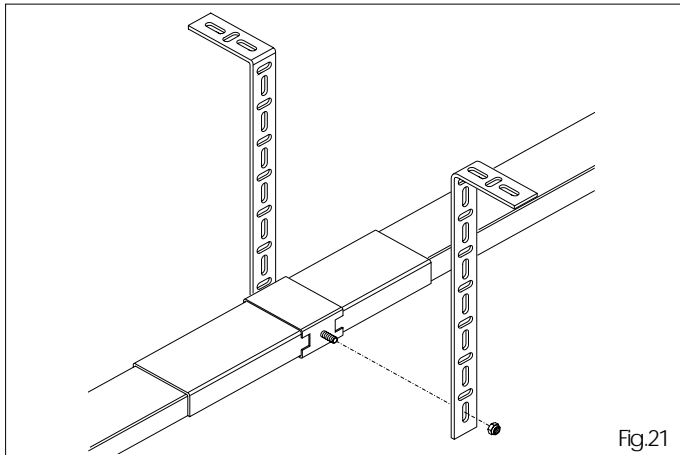

Fig.21
6.15 Se è stata utilizzata la guida di supporto centrale, preformare le staffe, bloccarle con dado e fissare al soffitto (fig.21).